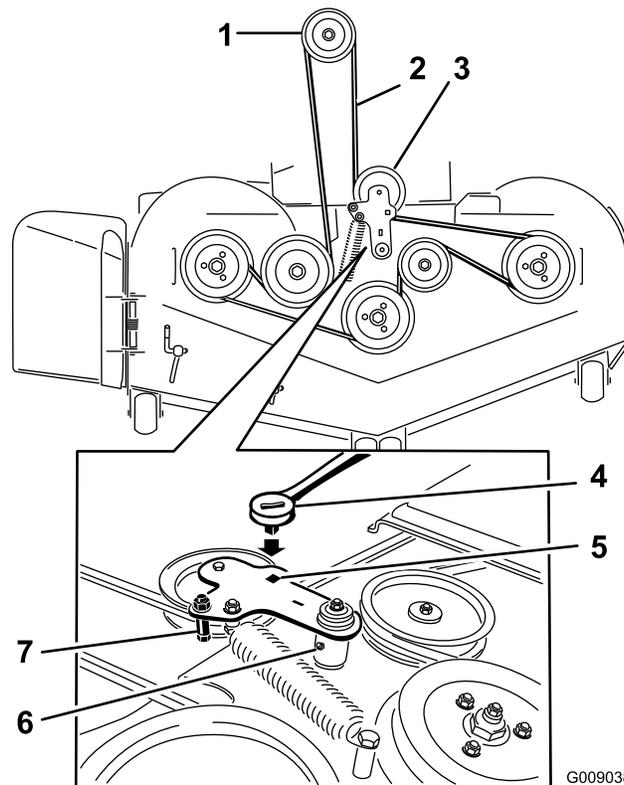

Bild 81
7. Setzen Sie eine Ratsche in das rechteckige Loch im Spannarm ein, um die Spannung an der Spannscheibenfeder zu lösen (Bild 81).
9. Nehmen Sie die Riemenschutzvorrichtung am gefederten Spannarm ab, wie in Bild 81 dargestellt.
11. Verlegen Sie den neuen Riemen um die Mähwerk- und Bremsspannscheiben unter dem Motor (Bild 81).
12. Nehmen Sie die Riemenführung am Spannarm ab, wie in Bild 81 dargestellt.
13. Setzen Sie die Spannscheibenfeder mit der Ratsche in rechteckigen Loch ein (Bild 81).